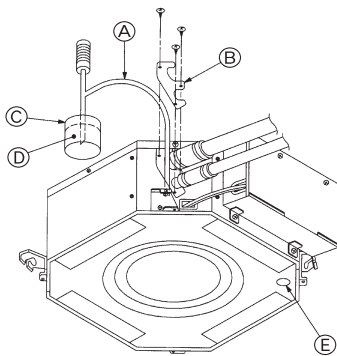

Fig. 8-1
8.4. Check drainage (Fig. 8-1)